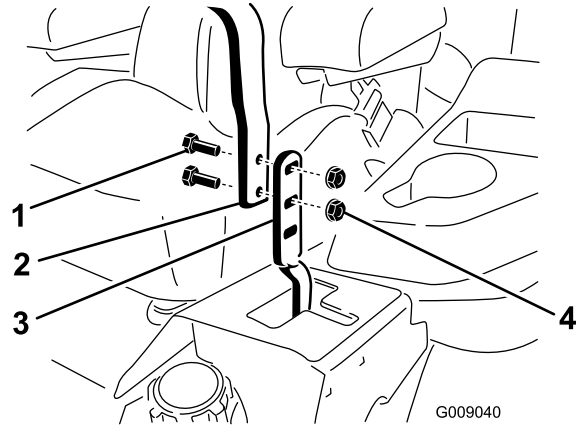

图59
2. 松开将手柄连接至控制杆上的螺栓和凸缘螺母（图 59）。